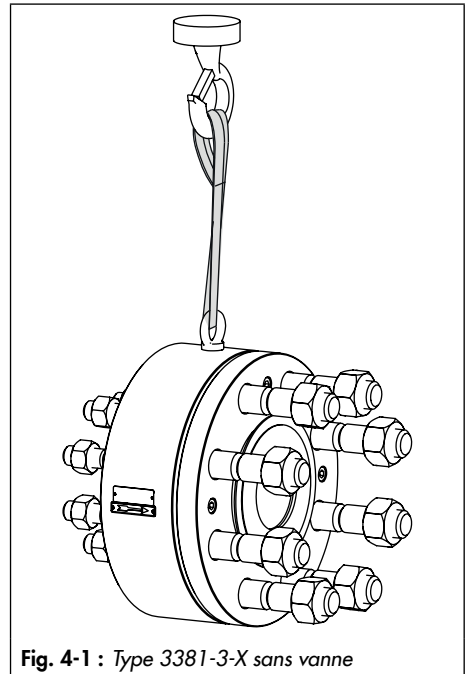

Fig. 4-1 : Type 3381-3-X sans vanne
- ➔ Utiliser un crochet doté d'une fermeture sécurisée pour supporter la vanne (cf. Fig. 4-1) afin d'empêcher les dispositifs d'arrimage de glisser hors du crochet au cours du levage et du transport.
- Utiliser un crochet doté d'une fermeture sécurisée pour supporter la vanne (cf. Fig. 4-1) afin d'empêcher les dispositifs d'arrimage de glisser hors du crochet au cours du levage et du transport.
1. Fixer les élingues à l'anneau de levage du dispositif d'atténuation de bruit et sur le support (par ex. crochet) de la grue ou du chariot élévateur, cf. Fig. 4-1.